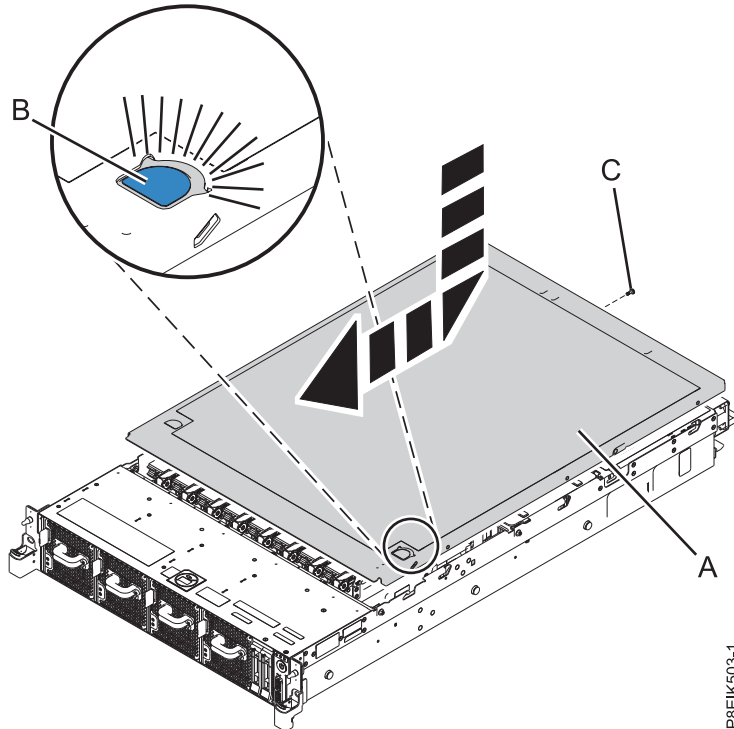

Figure 220. Installation du capot
1. Placez le capot (A) sur l'unité centrale en prenant soin d'aligner les broches d'alignement du capot avec les emplacements du châssis. Faites-le glisser vers l'avant du système jusqu'à ce que les loquets bleus (B) s'enclenchent, comme illustré dans la figure 220, à la page 207.
2. Fixez la vis (C) à l'arrière du capot.